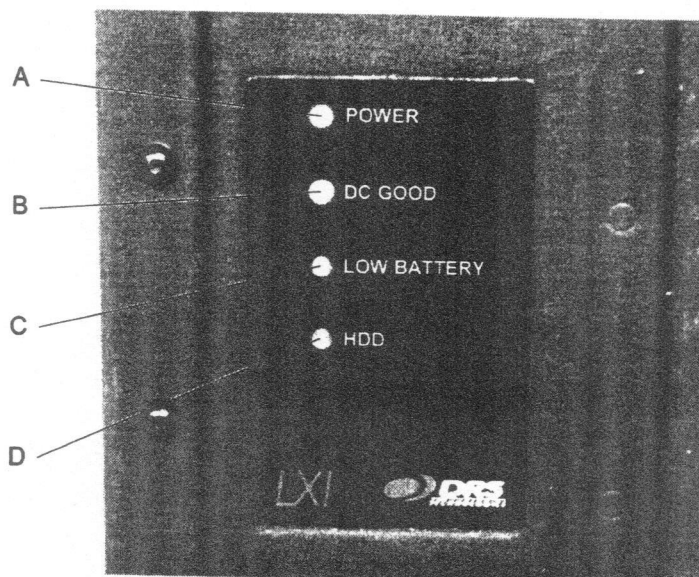

Fig. 9 – Indicateurs lumineux
- d'une diode rouge POWER (A, Fig. 9) de présence alimentation AC qui est allumée lorsque la source d'énergie extérieure 220 – 230 VAC est raccordée et fonctionne correctement,
- d'une diode verte DC GOOD (B, Fig. 9) de présence alimentation DC qui est allumée lorsque la source d'énergie interne du PC fonctionne correctement et fournit la tension DC requise, soit 24 V DC,
- d'une diode rouge LOW BATTERY (C, Fig. 9) qui est allumée lorsque la batterie interne du PC est pratiquement déchargée,
- d'une diode jaune HDD (D, Fig. 9) d'accès SCSI qui est un indicateur d'activité et qui clignote lorsque l'unité de disque dur fait l'objet d'un accès par le PC.